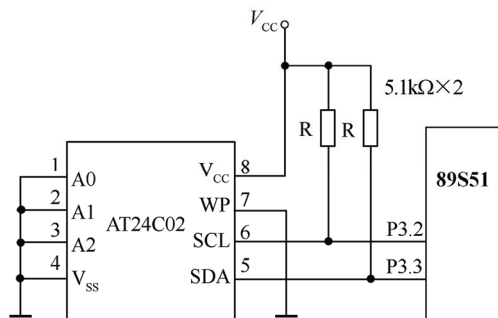

图 8.24 单片机与 I2C 总线器件的接口连线
I2C 典型的产品如 Atmel 公司的 AT24C02，它和单片机的连接如图 8.24 所示，通过程序模拟 I2C 串行总线通信方式。I2C 总线适用于通信速度要求不高而体积要求较高的应用系统。
**【例 8-6】** 接口电路如图 8.24，编程实现向 AT24C02 的 50H~57H 单元写入 00H、11H、22H、33H、44H、55H、66H、77H 所示共 8 个数据。